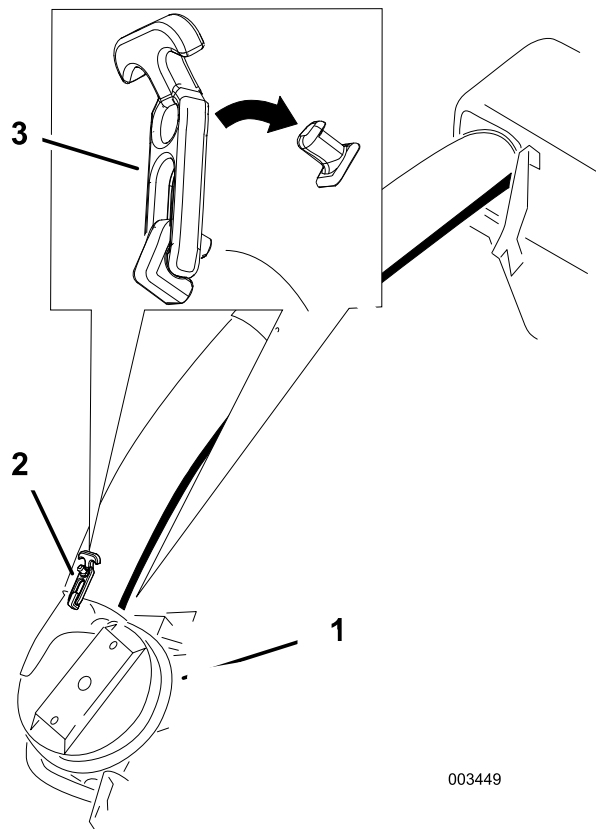

図 53
9. 下側チューブをブロアハウジングに差し込んでラッチで固定する 図 53。